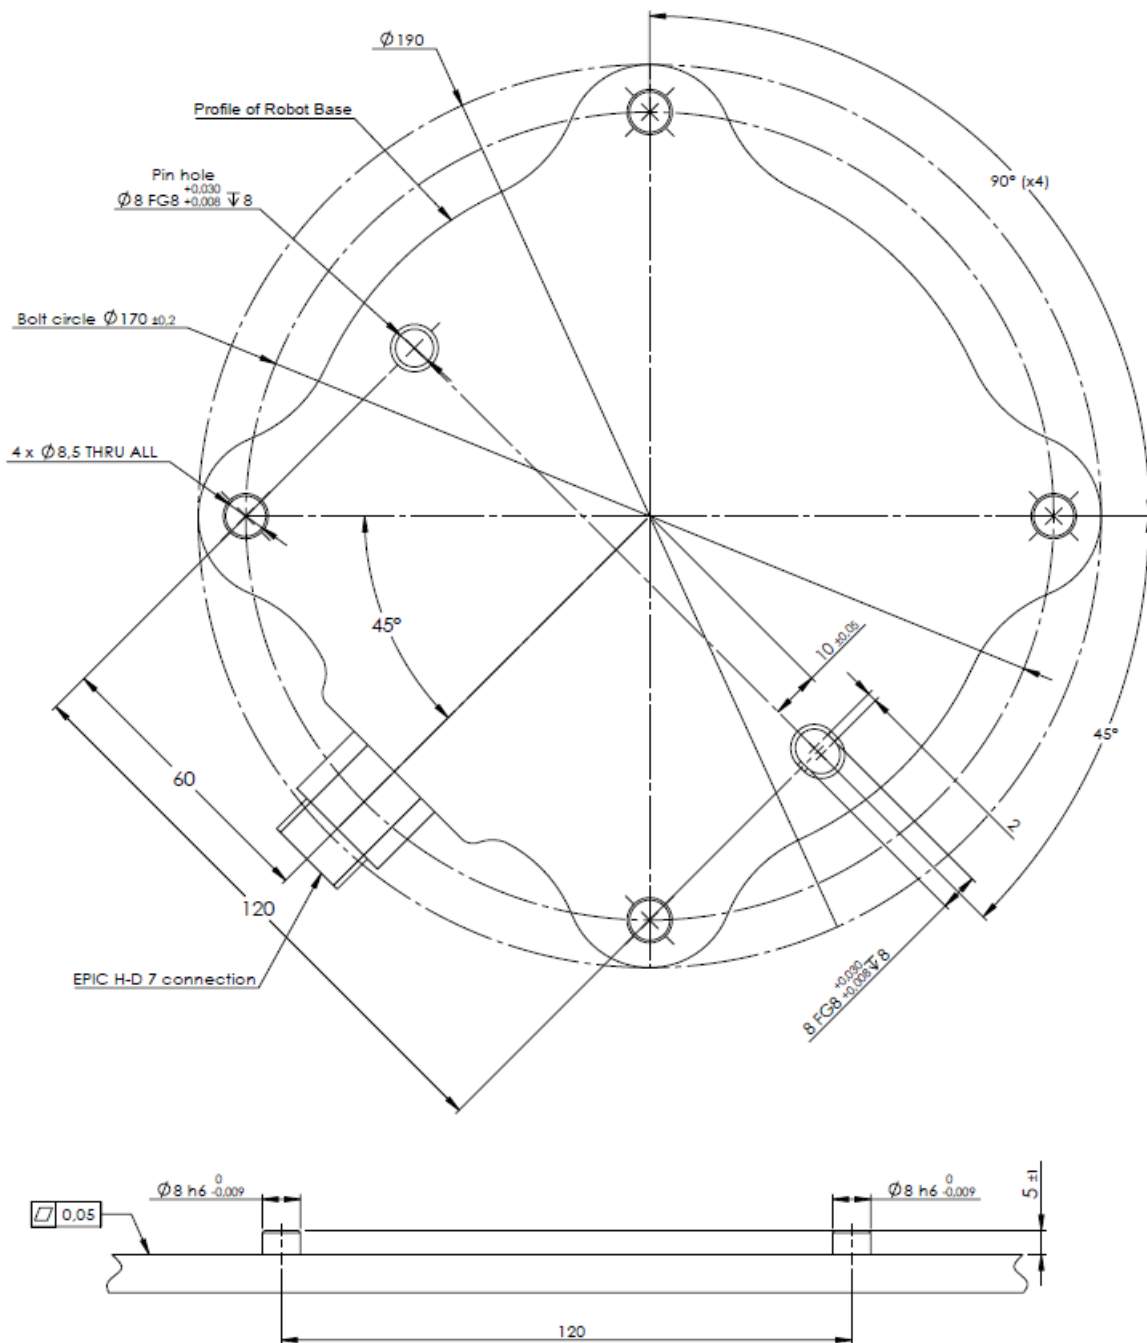

Figura 4.1: Găuri pentru montarea robotului. Utilizați patru M8 șuruburi. Toate măsurătorile sunt în mm.
**Braț robot** Brațul robot se montează folosind patru șuruburi M8, cu cele patru găuri 8.5 mm din bază. Se recomandă strângerea acestor șuruburi cu cuplul de 20 N m. Dacă se dorește o re poziționare foarte precisă a brațului robot, există două Ø8 găuri de utilizat cu un știft. De asemenea, se poate cumpăra ca accesoriu o contra-piesă pentru bază. Figura 4.1 indică unde să se dea găurile și să se monteze șuruburile.